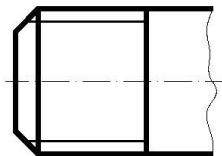

Рис. 3
- +a. Рис. 1 и Рис. 3
- b. Рис. 2 и Рис. 3